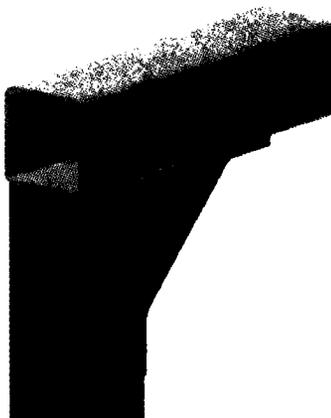

Рис. 11.8. Обрезка по профилю
4. Поставьте галочку **Удалить существующую форму линий разрыва**, затем нажмите **ОК**, чтобы обновить модель. На рис. 11.8 показан результат.